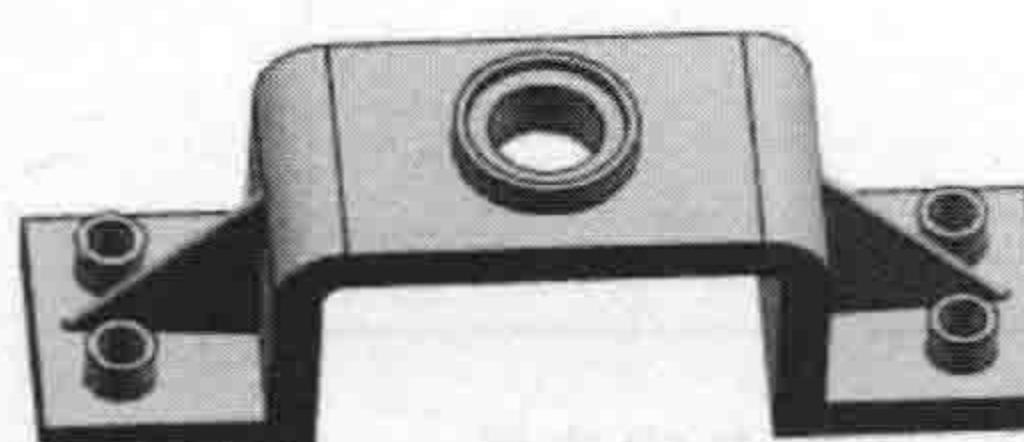

图 1-15 带边着色
- 【带边着色】：用光顺着色和打光渲染面（光标指向的视图中）并显示的边，如图 1-15 所示。